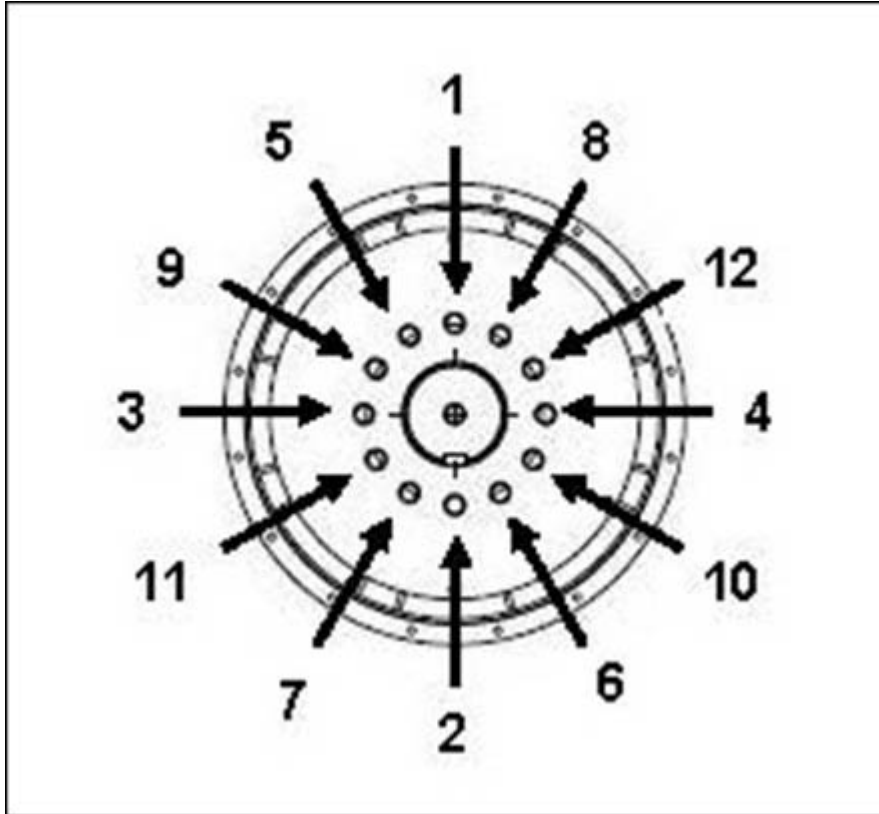

FIGURE 24. SÉQUENCE DE FIXATION AU MOYEU
4. Serrer les vis du disque d'accouplement, le cas échéant, dans l'ordre indiqué sous Figure 24 à la page 44.